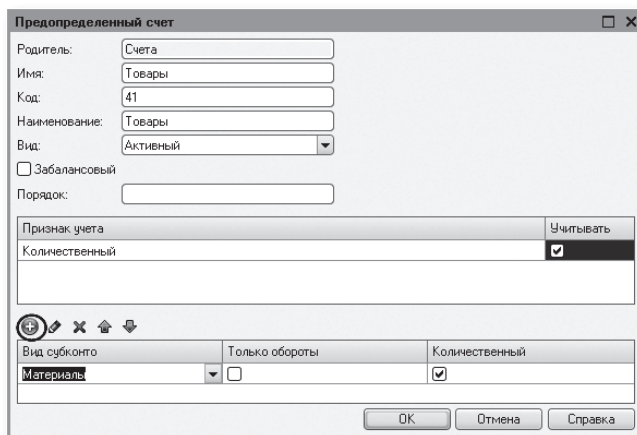

Рис. 16.7. Предопределенный счет «Товары»
- Товары, код 41, активный, с количественным учетом в разрезе материалов (рис. 16.7).